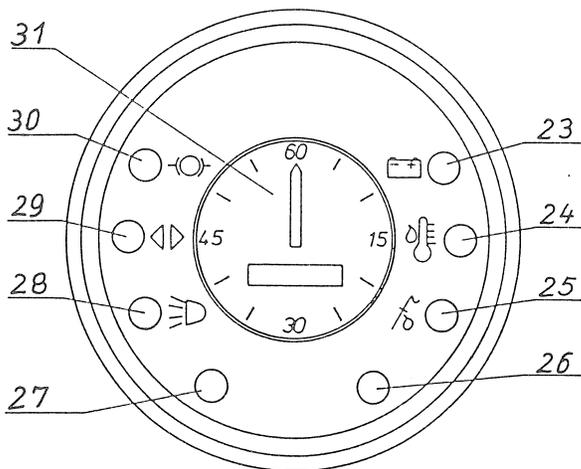

FIG. 17
- 15 APPAREIL COMBI voir fig. 17